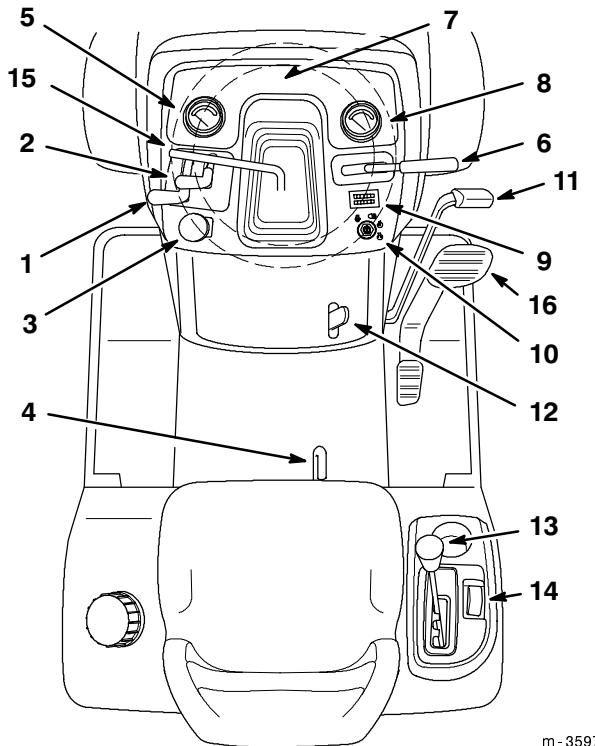

Abbildung 10
Machen Sie sich mit allen Bedienungselementen vertraut (Abb. 10), bevor der Motor gestartet und das Gerät eingesetzt wird.
1. Das Bremspedal (Abb. 10) herunterdrücken und in der gedrückten Position halten.
2. Den Feststellbremsenhebel (Abb. 10) hochziehen und den Fuß allmählich vom Bremspedal nehmen. Das Bremspedal sollte in heruntergedrückter (gesperrter Position) bleiben.
1. Das Bremspedal (Abb. 10) herunterdrücken. Der Feststellbremsenhebel sollte sich lösen.